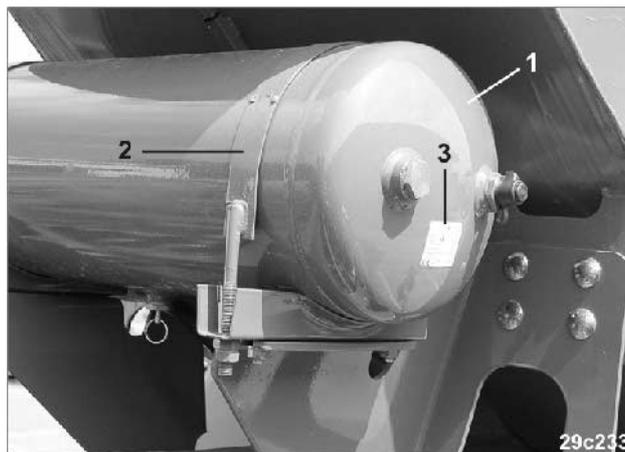

Fig. 45
El filtro de conducto (Fig. 45/1) no debe
- moverse en las correas tensoras (Fig. 45/2)
La plaqueta de características (Fig. 45/3) no debe